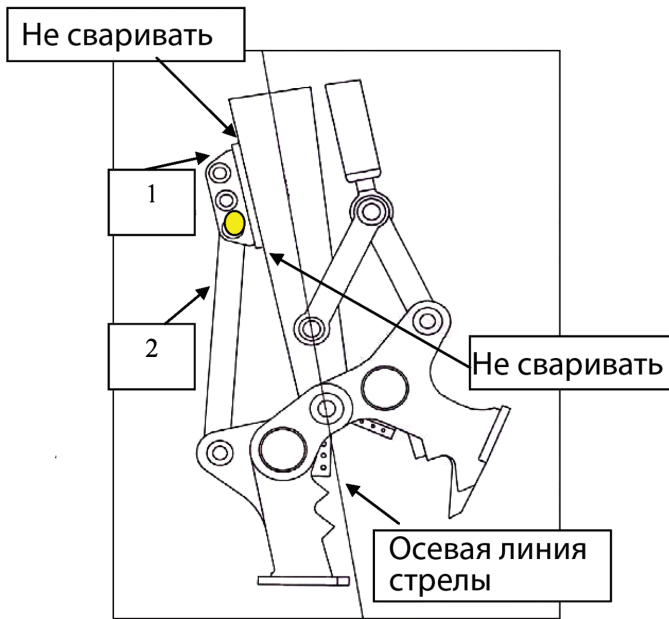

Рис. 4.4.4
• Установите рычаг «2», как показано на Рис. 4.4.4 и вставьте штифты, которые поставляются с фиксирующими штифтами сменного рабочего органа с блокирующей системой в незакрепленные детали на сменном рабочем органе.